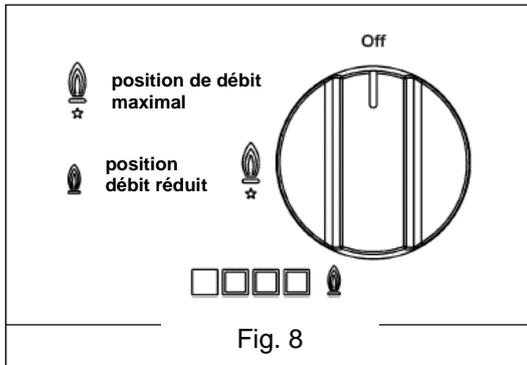

Fig. 8
1. Allumez le brûleur et tournez la manette correspondante sur la position "débit réduit" (petite flamme fig. 8 page 28).
Les manettes de commande des brûleurs sont équipées d'un dispositif d'arrêt d'urgence. Elles doivent être tournées dans le sens inverse des aiguilles d'une montre jusqu'à atteindre la position de débit maximal (représenté par une grande flamme, Fig. 8) jusqu'à butée. Puis appuyez sur la manette. Le brûleur s'allume en deux ou trois secondes. Continuez d'appuyer en tournant vers la position de débit minimal (représenté par une petite flamme, Fig. 8) pour régler la flamme. En cas de sortie accidentelle d'une flamme, arrêter le brûleur et attendre au moins 1 minute avant de rallumer.
- Lorsque le contenu d'une casserole bout, baissez la flamme au minimum (représenté par une petite flamme, Fig. 8).
- Les brûleurs ne s'allument que lorsque la commande correspondante est réglée sur la position de débit maximal (représentée par une grande flamme, Fig. 8).